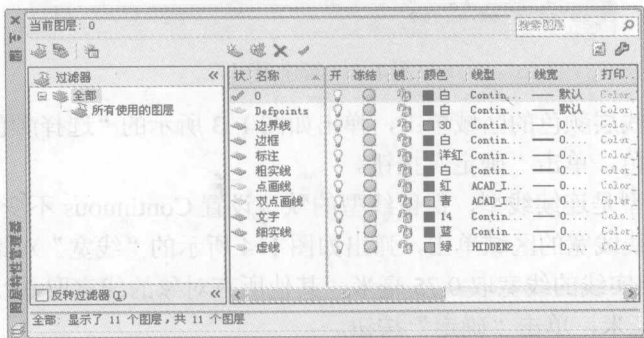

图 1-7 创建图层的结果
9) 创建图层的结果如图 1-7 所示。其中文字层的颜色设置为 14 号色, 即棕色。